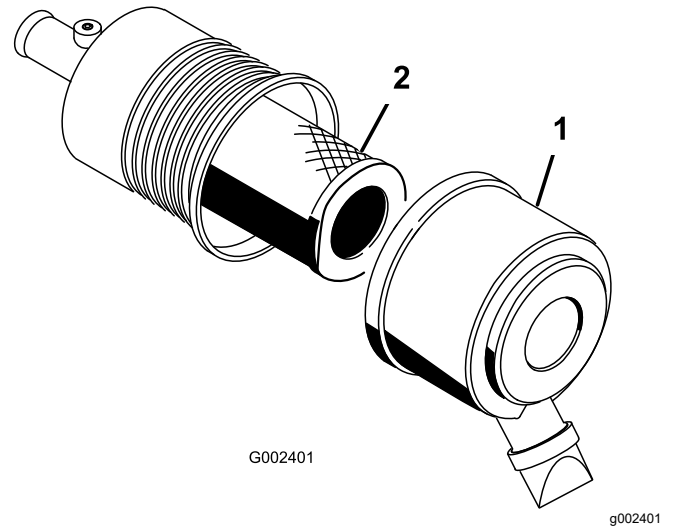

图 50
2. 松开将空气滤清器盖固定到空气滤清器壳体上的搭扣图 50。
3. 从空气滤清器壳体上取下空气滤清器盖 (图 50)。
5. 拆下并更换滤清器图 50。